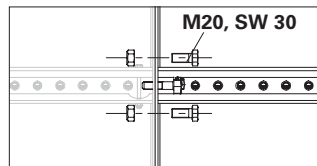

Fig. D1.04
2. Installare l'ancoraggio all'altezza delle file di fori, il più vicino possibile alla metà del pilastro. (Fig. D1.04)